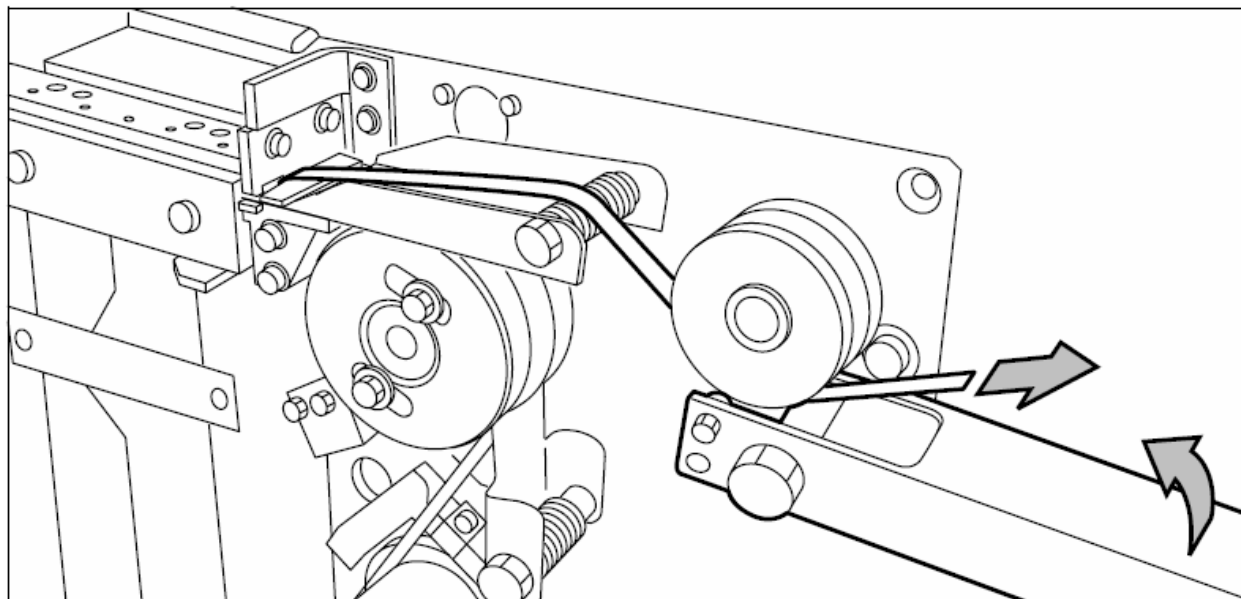

Рисунок 118. Проводка защитной пленки между роликами
3. Поднимите направляющую и пропустите передний конец защитной пленки между роликами для защитной пленки, плотно натягивая эту пленку (см. рисунок 118).